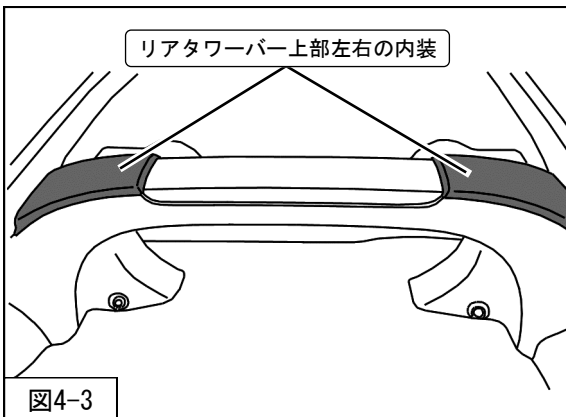

図4-3
3. リアタワー上部左右の内装を取外してください。(図4-3)